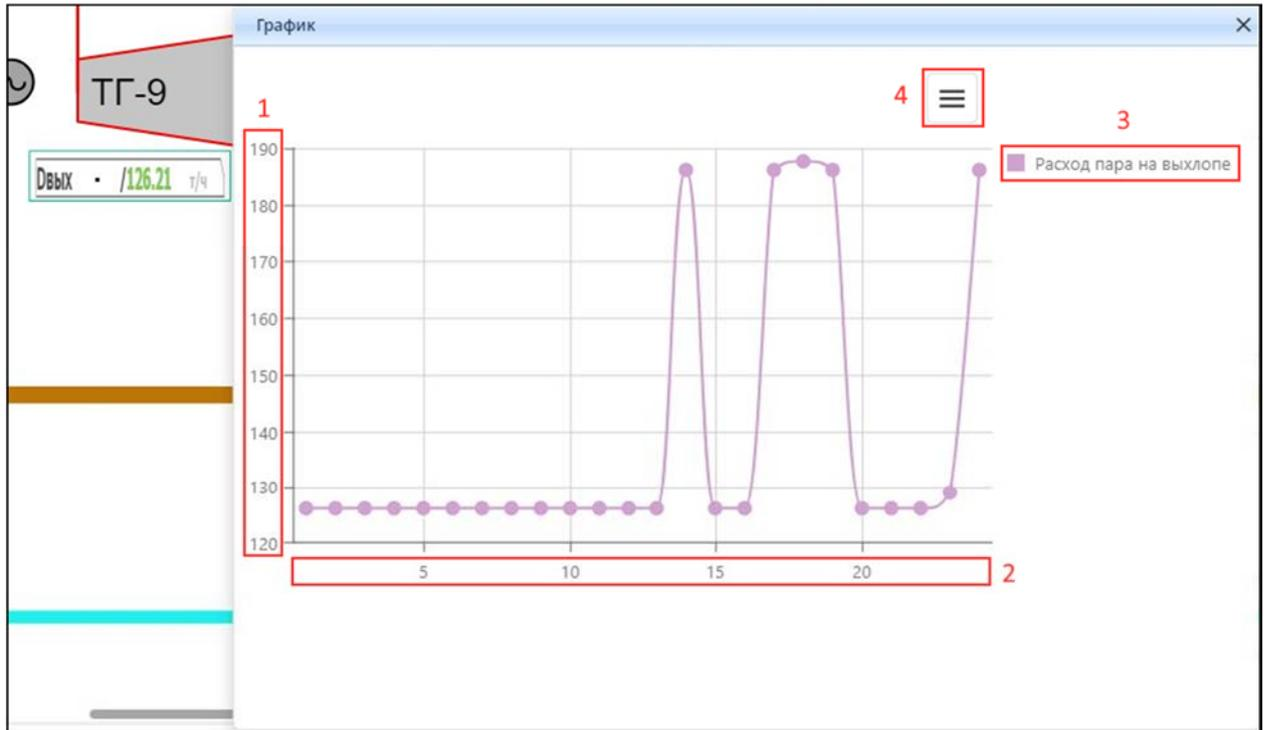
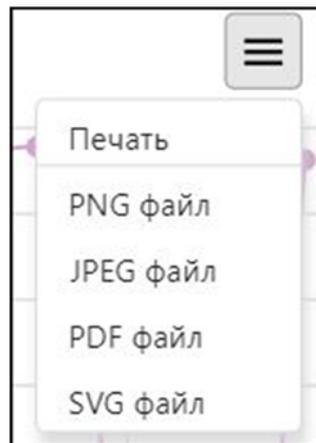

Рисунок 4.7.10 – Интерфейс окна «График»
Рисунок 4.7.11 – Выпадающий список с разным расширением
При выборе одного из показателей кнопкой мыши, откроется новое окно под названием «График» (рис. 4.7.10), в данном окне отобразится график со значениями работы показателя за расчетные сутки. По оси «У» находится рабочий диапазон параметра (1), по оси «Х» находится временной отрезок расчетных суток (2), справа от графика расположена легенда с наименованием параметра (3). Также в данном окне расположена кнопка с выпадающим списком (4), при нажатии, появляется список с возможностью сохранить график в разных форматах (PNG, JPEG, PDF, SVG) или произвести печать на принтере. (рис. 4.7.11).